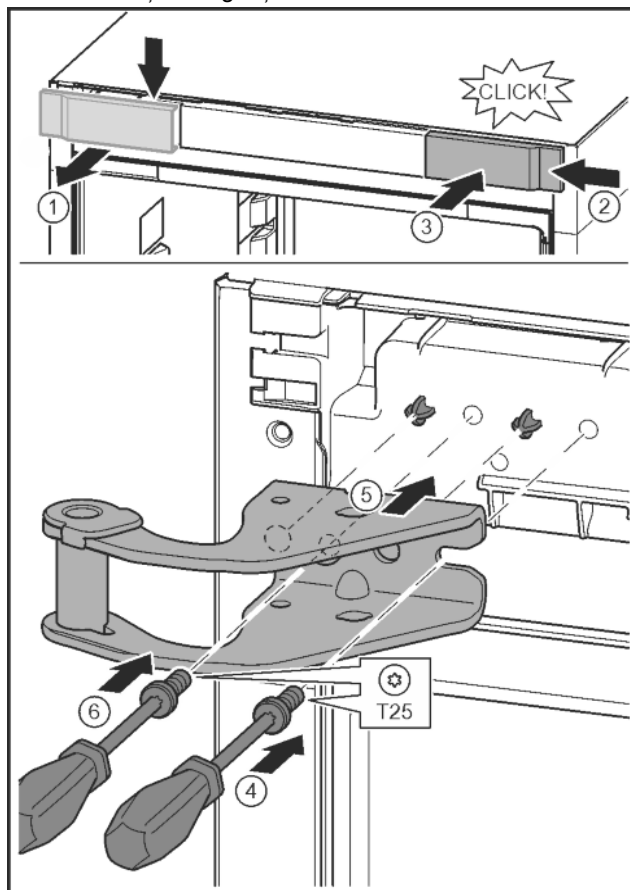

Fig. 12
- Atvienojiet pārsegu un noņemiet sānus. Fig. 12 (1)
- Iekabiniet pārsegu, pagrieztu par 180°, otrajā pusē no labās puses. Fig. 12 (2)
- Nofiksējiet pārsegu. Fig. 12 (3)
- Ar skrūvgriezi T25 pielieciet skrūvi. Fig. 12 (4)
- Pielieciet augšējo gultņa balstu. Fig. 12 (5)
- Aizskrūvējiet skrūvi. Fig. 12 (4)
- Ar skrūvgriezi T25 ievietojiet un aizskrūvējiet skrūvi. Fig. 12 (6)